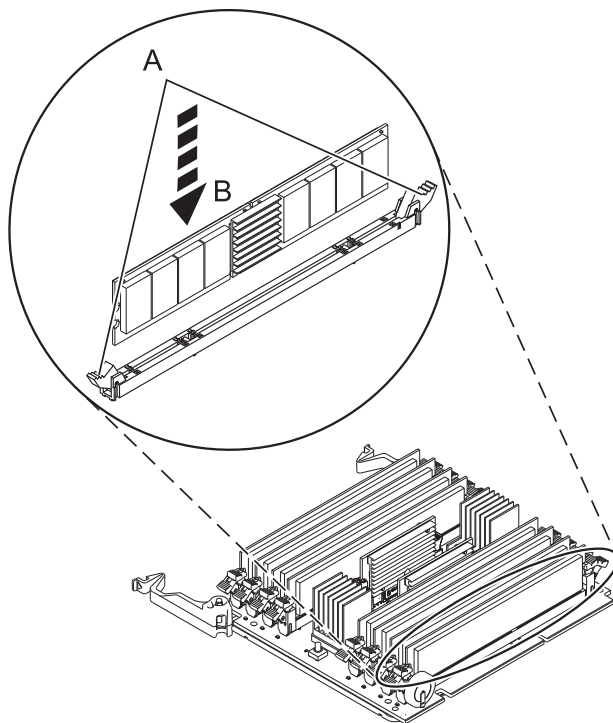

図 22. メモリー・モジュールの取り替え
10. 新しいメモリー・モジュールを取り付ける前に、35 ページの図 22 に示すように、コネクタ・ロッキング・タブ (A) を押して開き、ロック解除位置にしてあることを確認します。
11. メモリー・モジュール (B) の端を慎重につかみ、コネクタの位置に合わせます。